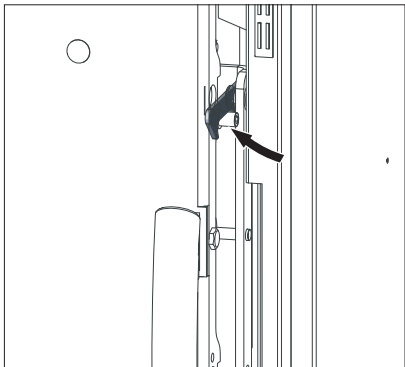

Fig. 5 Aprire il blocco dello sportello di riempimento.
- ▶ Aprire la porta di contenimento, il ventilatore si avvia. Aprire lo sportello di riempimento (sportello superiore) fino alla battuta del blocco, sollevare il gancio di blocco (Fig. 5), **aprire** completamente **lo sportello di riempimento**.